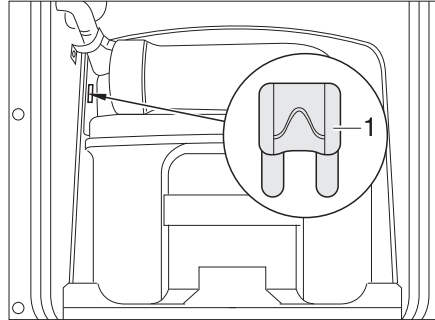
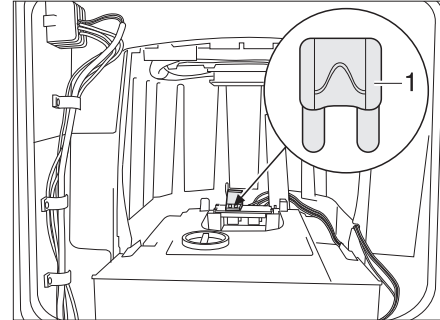

Bild 202 Sicherung der Thetford-Toilette
Bild 203 Sicherung der Thetford-Toilette (Alternative)
- Die Sicherung (Bild 202,1 bzw. Bild 203,1) wechseln.